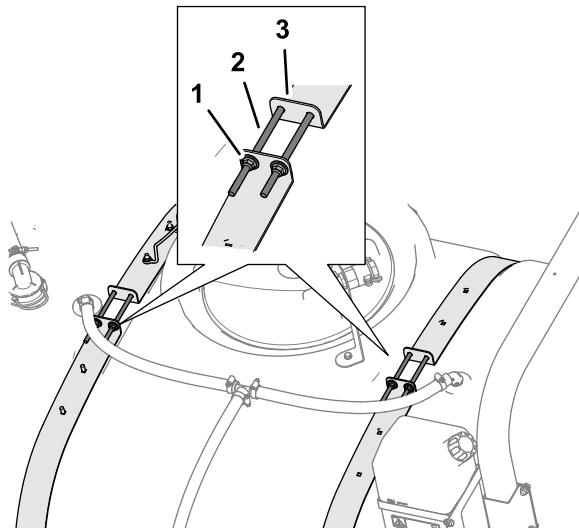

Figura 7
- Desaperte as quatro porcas de bloqueio flangeadas e quatro parafusos que prendem as metades da correia do depósito (Figura 7).
3. Aperte as quatro porcas de bloqueio flangeadas e os quatro parafusos na parte superior das correias até que as correias fiquem alinhadas com a superfície do depósito (Figura 7).